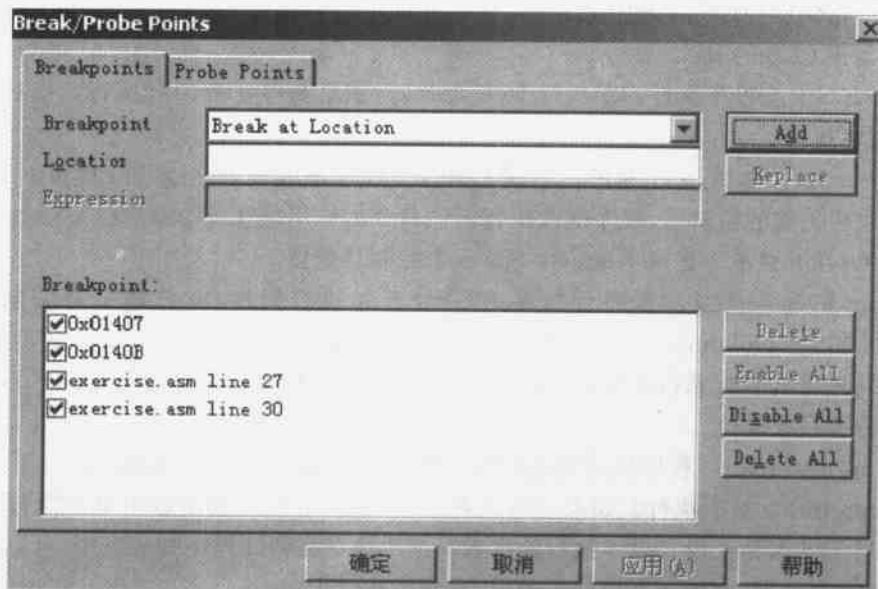

图 5.3 设置断点对话框
(1) 在 Debug 菜单中,选择 Breakpoint 命令,将会弹出如图 5.3 所示的设置断点对话框,其中已经设置了 3 个断点;
(2) 在“反汇编”窗口中,双击需要设置断点的代码行,或者将光标放在需要设置断点的代码行,按 F9 键;
(3) 将光标放在需要设置断点的代码行,单击 Project 工具栏上的  按钮,或者在需要设置断点的代码行右击,选择 Toggle Breakpoint 命令。
(1) 先把光标移动到需要清除断点的代码行处,在 Debug 菜单中,选择 Breakpoint 命令,在弹出如图 5.3 所示的对话框中单击 Delete 按钮;
(2) 在源代码编辑窗口或者反汇编窗口中,双击需要清除断点的代码行,或者将光标放在需要清除断点的代码行,按 F9 键;
(3) 将光标放在需要清除断点的代码行,单击 Project 工具栏上的  按钮,或者在需要清除断点的代码行右击,选择 Toggle Breakpoint 命令;
(4) 在 Debug 菜单中, 选择 Breakpoint 命令, 在弹出的如图 5.3 所示的对话框中单击 Delete All 按钮, 删除所有断点, 或者单击 Project 工具栏上的  按钮, 取消所有断点。